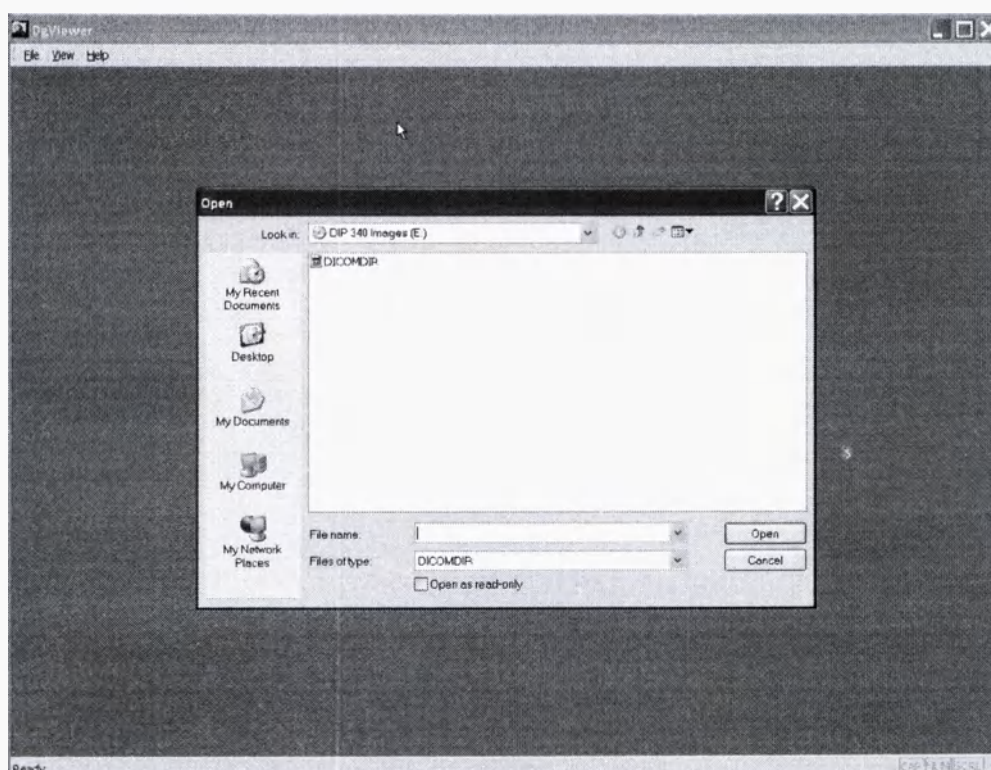

Рисунок 182
- выберите файл **DicomDir** и откройте его (**Open**) (см. рисунок 182).